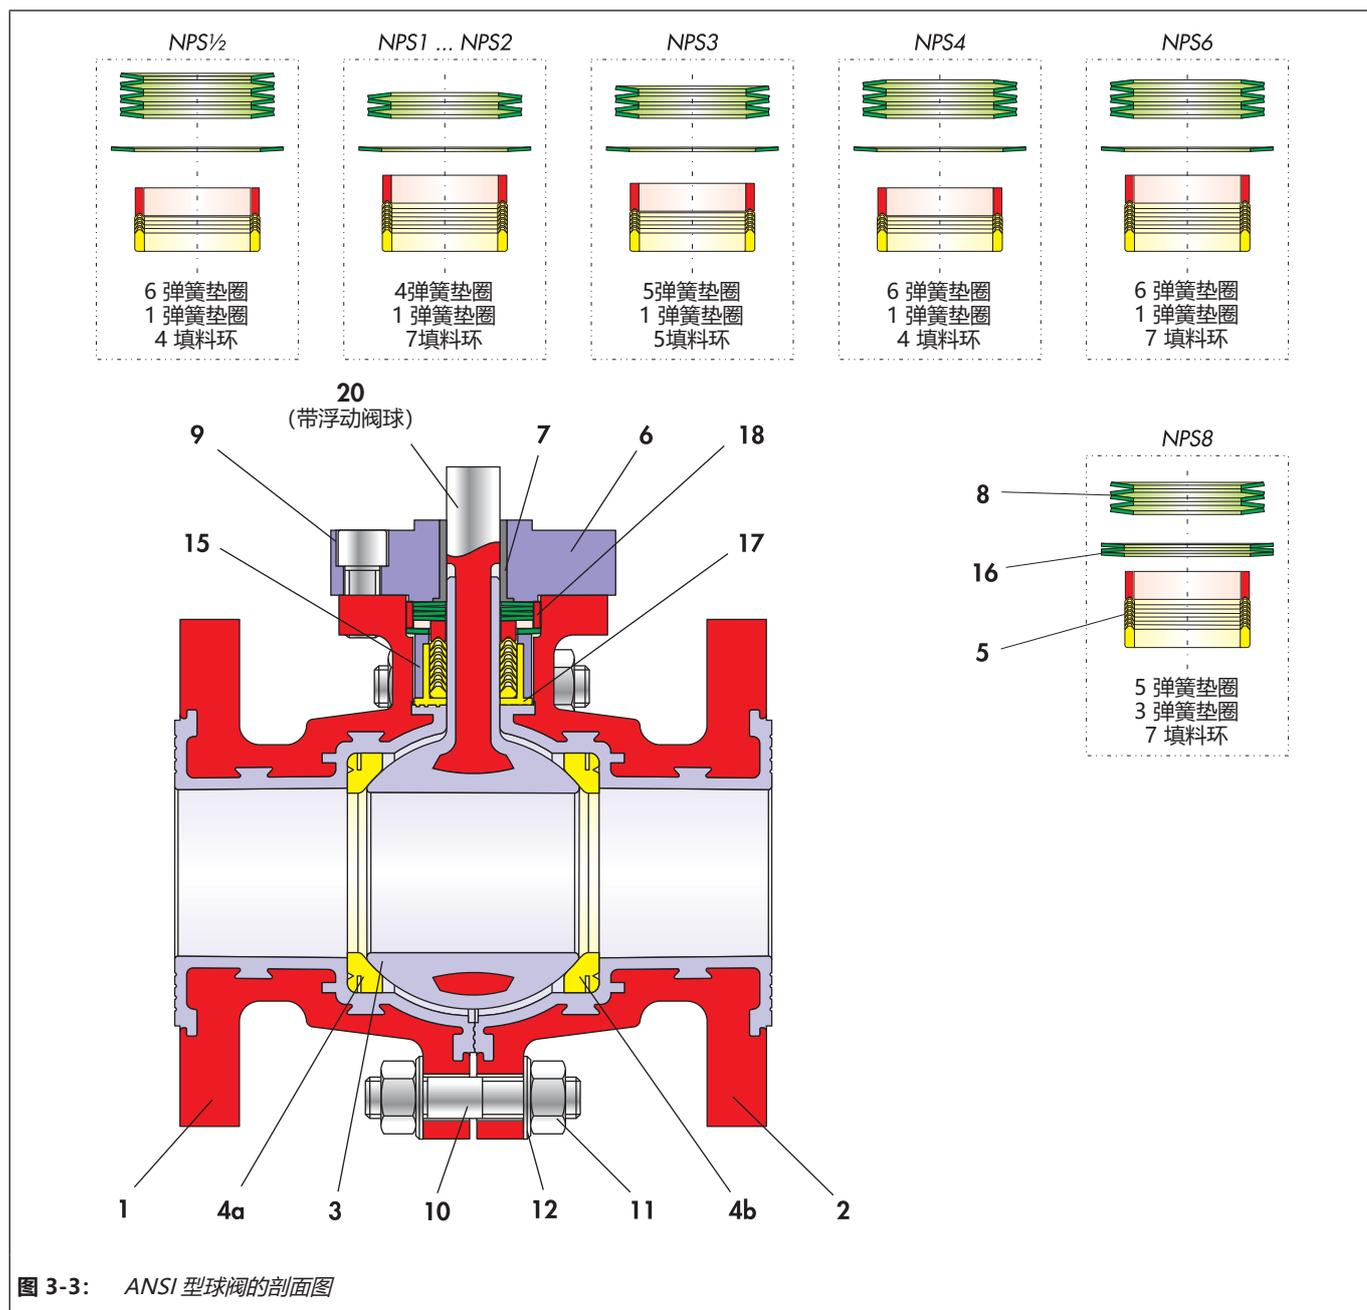

图 3-3: ANSI 型球阀的剖面图
- ⇒ 将 V 形环填料 (5) 放入 PTFE 衬套 (17)。V 形环的排布和数量可在绘图中找到，请参见图 3-3。
- ⇒ 小心推动衬套 (15) 经过填料 (7) 和 PTFE 衬套 (17)。
- 在预组装好此填料单元后，填料 (7) 的底环会伸出衬套 (15)。
- ⇒ 将盘簧 (16) 放在衬套 (15) 上。盘簧的位置和数量可在绘图中找到，请参见图 3-3。
- ⇒ 将定心环 (18) 放在盘簧 (16) 上。
- ⇒ 将盘簧组 (8) 插入定心环，直至抵达 V 形环填料的底环。盘簧的排布和数量可在绘图中找到，请参见图 3-3。
- ⇒ 将轴承套 (7) 插入填料箱法兰 (6)。
- ⇒ 将预组装填料箱法兰放在阀体上，并用螺钉 (9) 进行调整。